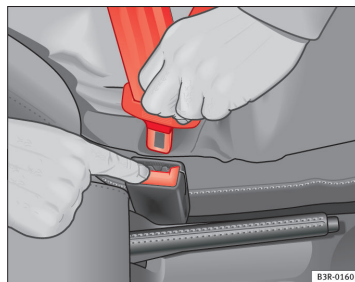

Fig. 15 Retrait du pêne du boîtier de verrouillage
- Appuyez sur la touche rouge intégrée au boîtier de verrouillage ⇒ fig. 15. Le pêne est alors libéré ⇒ ⚠.